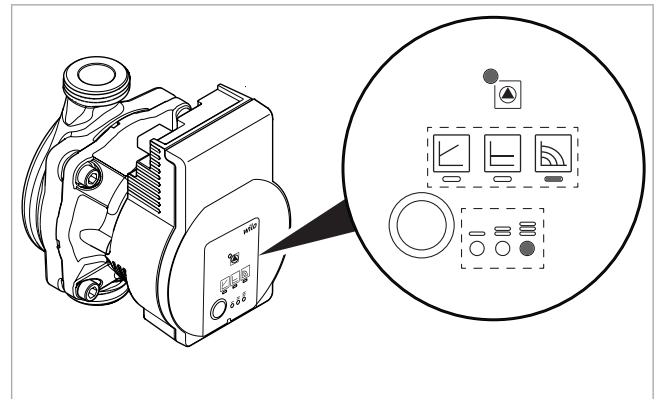

Abb. 65: Grundeinstellung (Konstant-Drehzahl, Kennlinie III)
** Mit dem 9. Tastendruck ist die Grundeinstellung (Konstant-Drehzahl / Kennlinie III, vgl. → Abb. 65) wieder erreicht.